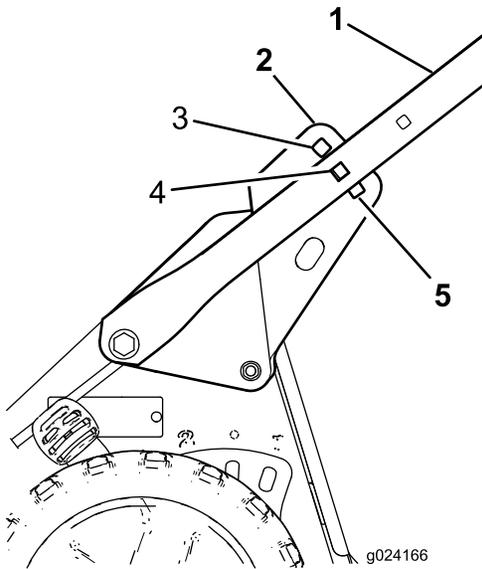

図 5
- 運転位置に立ってみて、一番使いやすいハンドルの高さを決める 図 5。